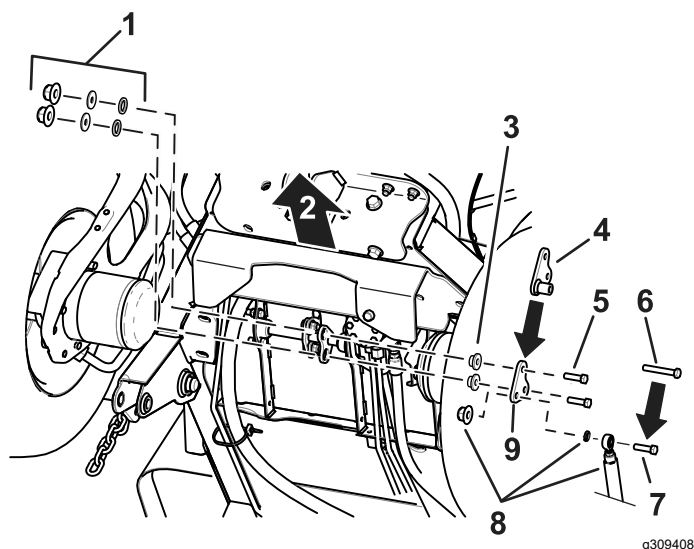

Figura 3
1. Retire el espaciador existente de la máquina, como se muestra en la Figura 3.
2. Instale el espaciador de pedal nuevo con el perno nuevo ($\frac{3}{8}$ " x $2\frac{1}{2}$ ") y las fijaciones existentes; consulte Figura 3.